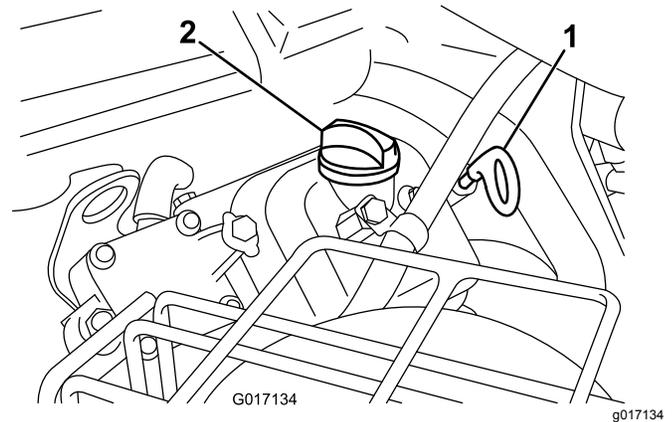

Figure 38
3. Remettez la jauge dans le tube et vissez-la dedans (Figure 38).